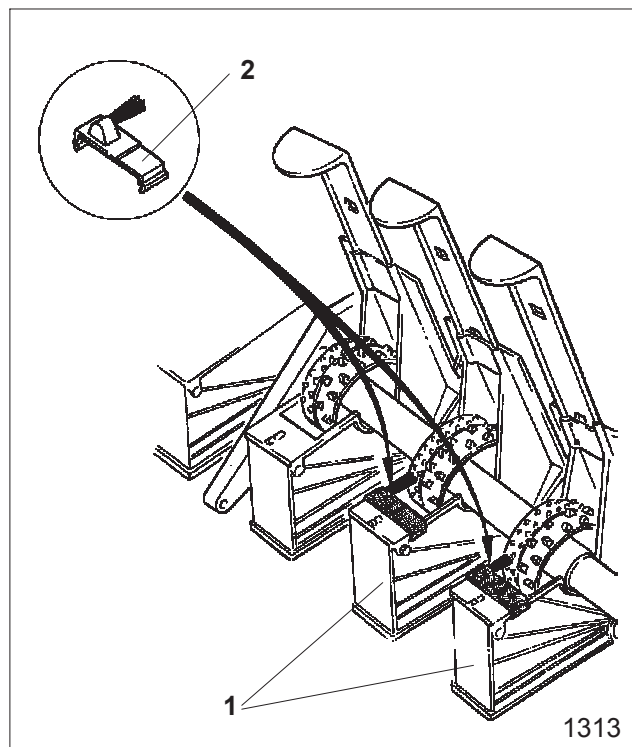

Fig. 18.25
- Marquer les nouvelles roues de distribution du jalonnage (Fig. 18.25/1) en insérant les fines brosse à roue de distribution (Fig. 18.25/2) sur les nouveaux carters de distribution de jalonnage. Pour créer une voie, en règle générale, jusqu'à trois, et exceptionnellement jusqu'à 4 ou 5 roues de distribution sont désactivées.